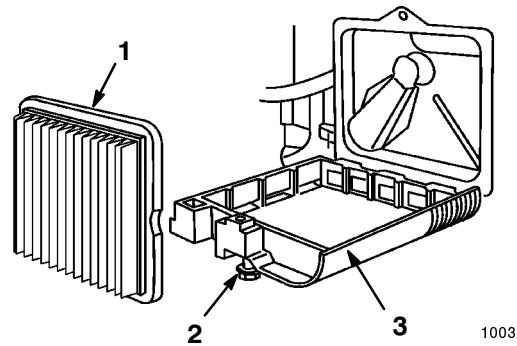

Figure 63
3. Desserrez la vis qui fixe le couvercle du filtre à air au moteur (Fig. 63).
4. Abaissez le couvercle du filtre à air et nettoyez-le soigneusement (Fig. 63).
5. Enlevez et jetez l'élément filtrant en papier (Fig. 63).